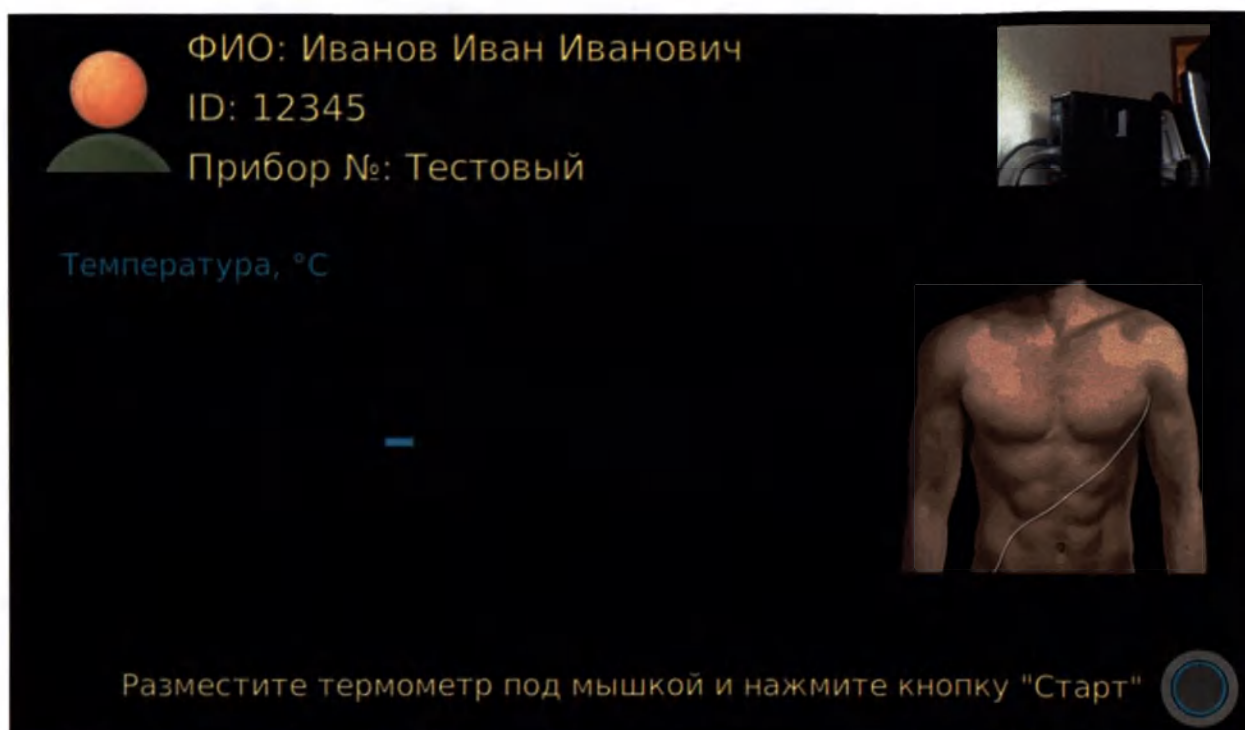

Рисунок 33 – Подготовка к измерению температуры контактно
3. Расположите датчик температурный в подмышечной области в соответствии с рекомендациями на экране (рисунок 33) так, чтобы измерительная часть со всех сторон плотно соприкасалась с телом (прижать плечо к грудной клетке).